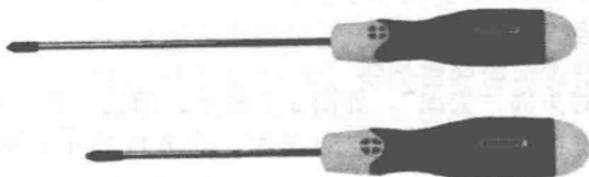

图 1-4 十字形改锥
② 十字形改锥：如图 1-4 所示，有时称梅花改锥，一般分为四种型号，其中 I 号适用于直径为 2~2.5mm 的螺钉；Ⅱ、Ⅲ、Ⅳ 号分别适用于直径为 3~5mm、6~8mm、10~12mm 的螺钉。